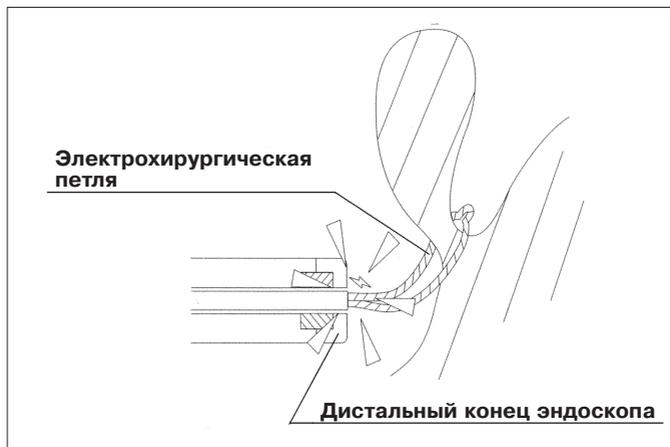

Рис. 4.9
- Не допускайте активации выходной мощности, если металлическая часть дистального конца эндоскопа находится слишком близко или в контакте с электрохирургической петлёй (см. рис. 4.9).